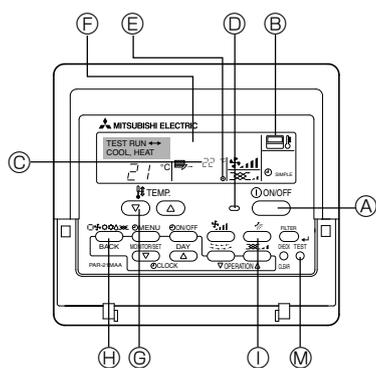

Fig. 9-2
9.2.2. Проводной пульт дистанционного управления (Fig. 9-2)
- ① Включите питание по крайней мере за 12 часов до начала пробного прогона.
- ② Дважды нажмите кнопку [TEST]. ➡ "TEST RUN" на ЖК-дисплее
- ③ Нажмите кнопку [Mode selection] (Выбор режима). ➡ Убедитесь, что выдув воздуха осуществляется.
- ④ Нажмите кнопку [Mode selection] (Выбор режима) и переключитесь на режим охлаждения (или обогрева). ➡ Убедитесь в том, что выдувается холодный (или теплый) воздух.
- ⑤ Нажмите кнопку [Fan speed] (Скорость воздушного потока). ➡ Убедитесь в том, что скорость воздушного потока переключилась.
- ⑥ Проверьте работу вентилятора наружного прибора.
- ⑦ Выключите пробный прогона нажатием кнопки [ON/OFF]. ➡ Стоп
- ⑧ Введите телефонный номер.